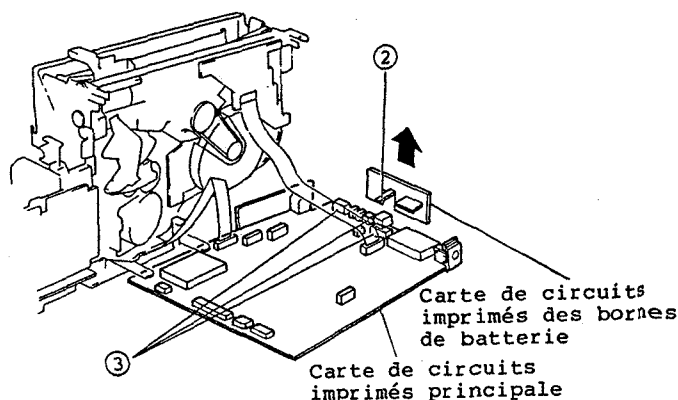
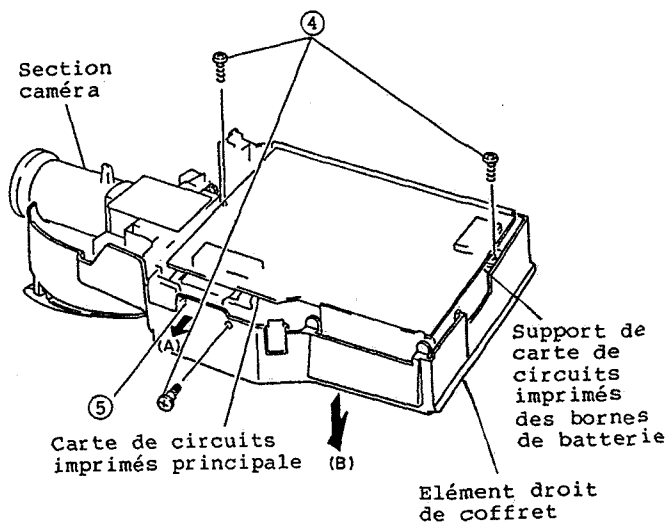

Fig. 2-6
Fig. 2-7
- Libérer un (1) segment de fixation et retirer la carte de circuits imprimés des bornes de batterie en agissant dans la direction indiquée par la flèche. (Se reporter à la figure 2-6)
- Débrancher les trois (3) connecteurs (CN407, CN901, CN406) de la carte de circuits imprimés principale.
- Retirer les trois (3) vis de fixation immobilisant l'élément droit du coffret. (Se reporter à la figure 2-7)
- Dégager l'élément droit du coffret en agissant dans la direction indiquée par la flèche (A) et tout en libérant un (1) segment de fixation, déposer l'élément droit du coffret en agissant dans la direction indiquée par la flèche (B).